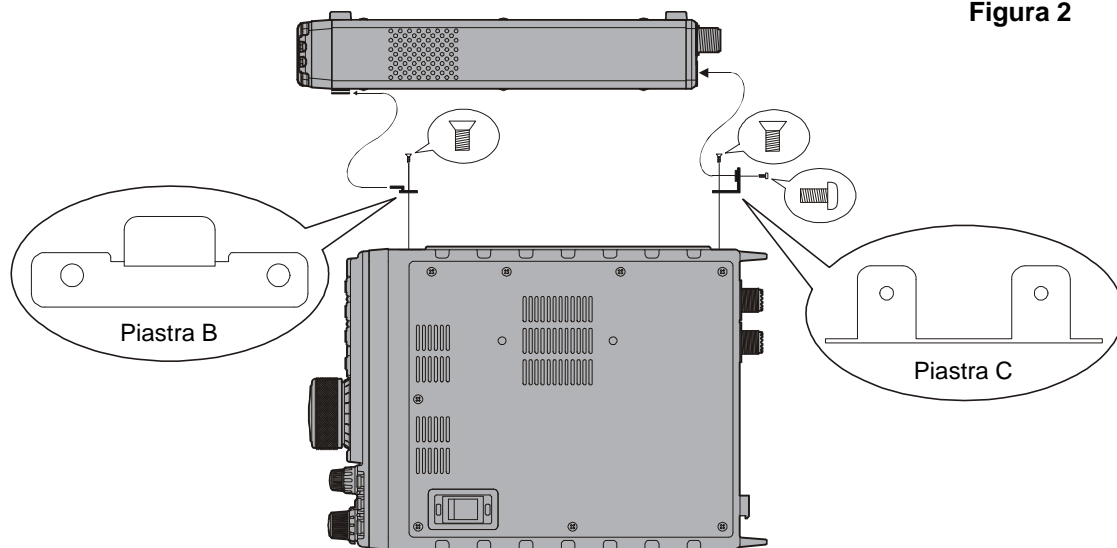

Figura 3
3. Rimuovere i quattro tiranti in gomma e le quattro viti (figura 2) e posizionare le piastre di montaggio "B" e "C" in modo tale che i fori siano allineati con quelli dell'FT-897, serrare utilizzando le viti fornite in dotazione (figura 3).
4. Per installare l'FC-30, posizionarlo in modo tale che la piastra di montaggio "A" sul lato corrisponda alla piastra di montaggio "B" sull'FT-897 (figura 3), poi serrare la piastra di montaggio "C" (sull'FT-897) all'FC-30 per mezzo delle viti fornite in dotazione (figura 1).